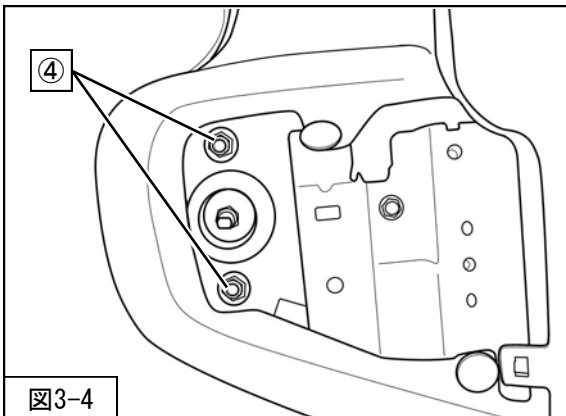

図3-4
6. ④リアサスペンションASSYアッパー取付ナットを取外してください。（図3-4）